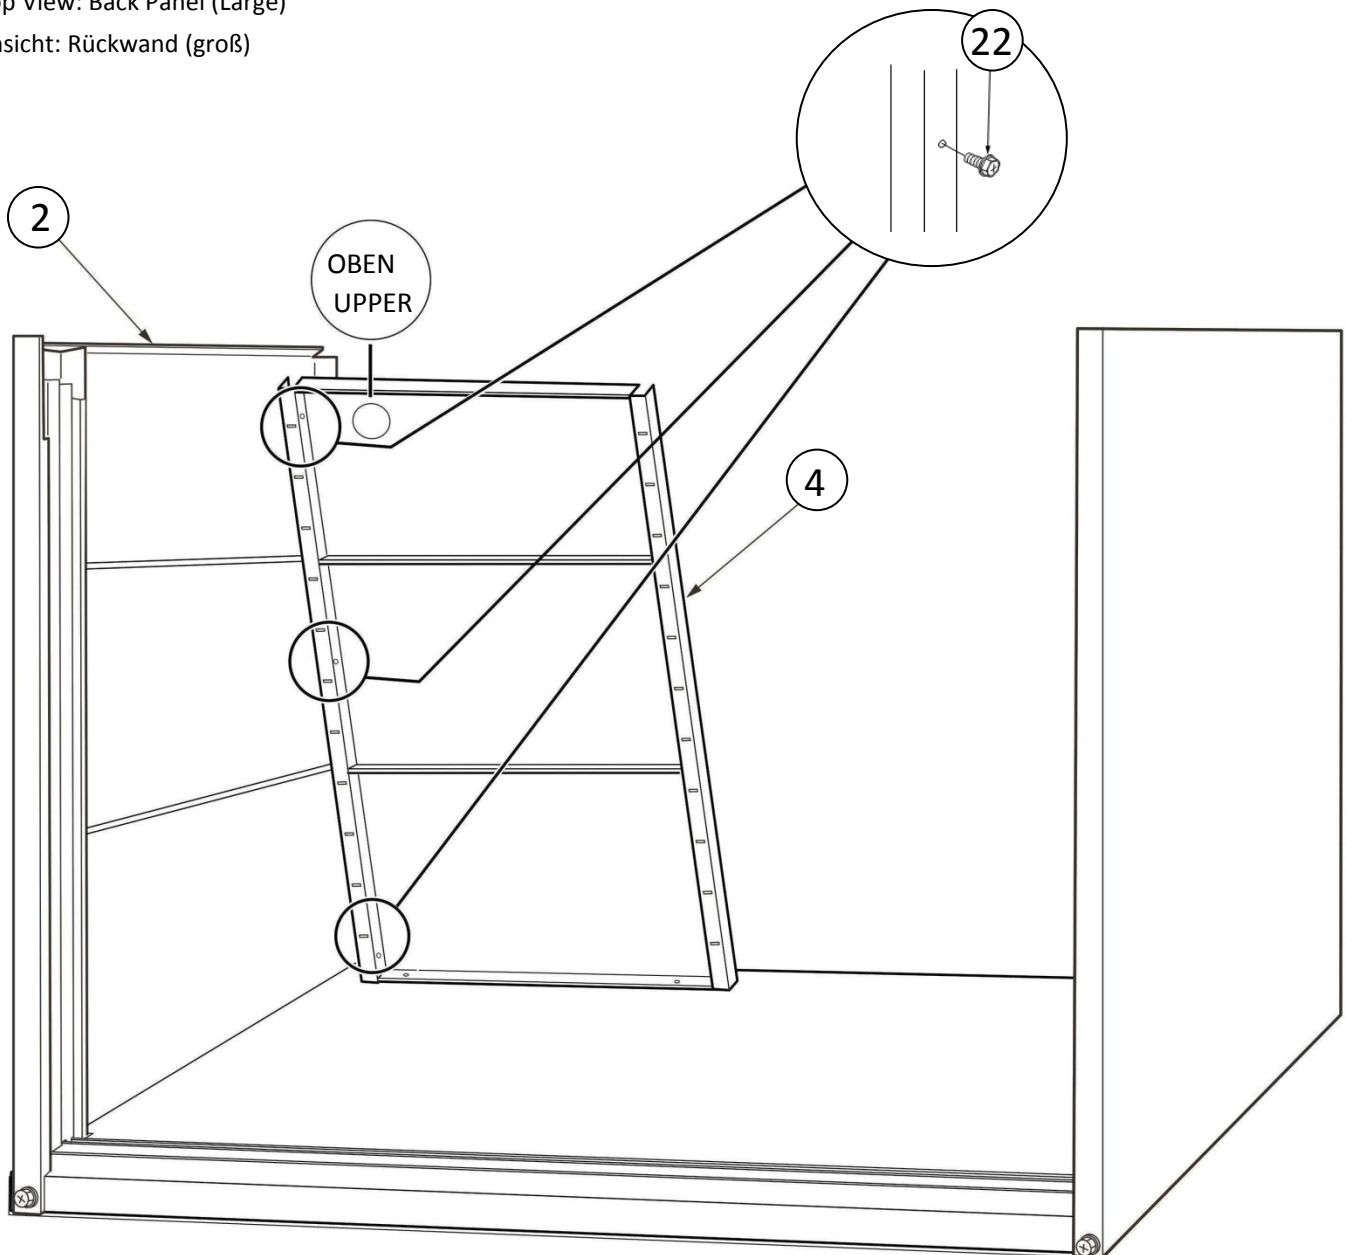

Figure 3.
**(GB)** Combine [Part 4] Back Panel (Large) with [Part 2] Side Panel (Left) and secure using 3no. [Part 22] Hexagon Bolt with Rubber Washer as shown in Figure 3.
**(D)** Verbinden Sie die Rückwand (groß) [Teil 4] mit der Seitenwand (links) [Teil 2] und sichern Sie diese mit 3 Sechskantschrauben [Teil 22] mit Gummischeibe, wie in Abbildung 3 gezeigt.